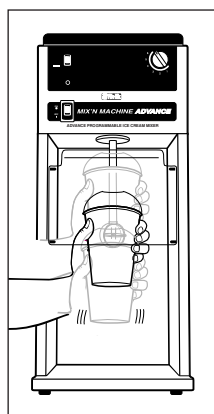

Abb. 4
6. Mit einer wirbelnden Bewegung langsam den Becher um den Rührer herauf, herab und um alle Seiten des Bechers bewegen. (falls das Eiskrem hart ist muss dies langsam durchgeführt werden.) Entwickeln Sie Ihr eigenes Verfahren um die gewünschte Konsistenz des Endproduktes zu erreichen. Der Rührer wird teilweise die Feststoffe zerhacken und brechen. Es ist jedoch nicht die Absicht die Zutaten vollständig zu zermahlen da ja feste Brocken im Endprodukt vorkommen sollen. Siehe Abb. 4.